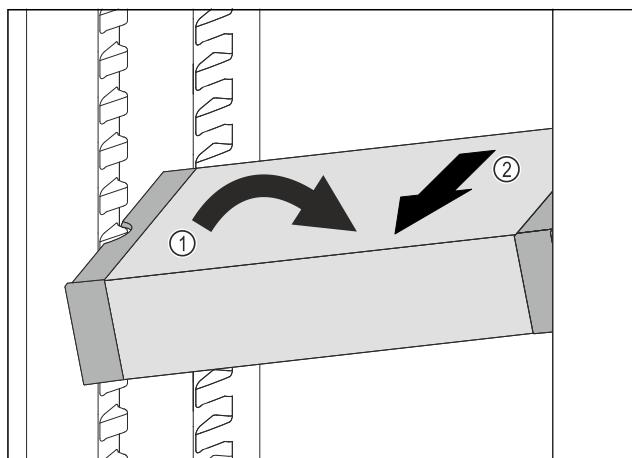

Fig. 143
- Встановити VarioSafe під кутом в охолоджувальному відділенні. Fig. 143 (1)
► Витягнути VarioSafe вперед. Fig. 143 (2)